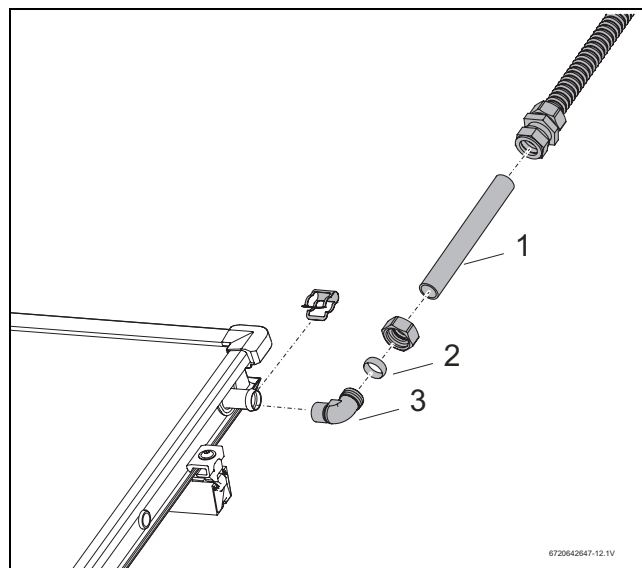

Fig. 59 Prolongación del tubo de conexión
- Montar el anillo de unión (Fig. 59, pos. 2) y la tuerca de racor sobre el codo (Fig. 59, pos. 3).
- Introducir el tubo de cobre cortado a la medida (18 mm, Fig. 59, pos. 1) en las roscas de conexión.